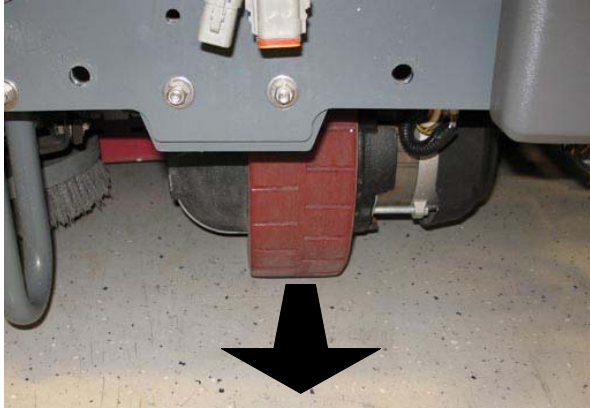

FIG. 60
22. Raddrizzare la ruota anteriore in modo che punti in avanti. (Fig. 60)